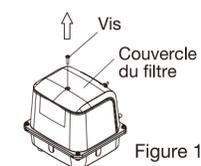

Figure 1
- 2 Retirez la vis avec le tournevis tel qu'indiqué sur la figure 1.